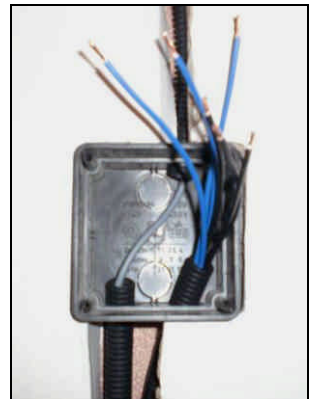

Bild 2
4. Fräsen Sie zwischen der Dose für den Regler sowie zwischen der Schlaufdose einen Wandschlitz für die Aufnahme eines Leerrohrs. Dasselbe dient zur Aufnahme der Stromzuleitung vom Regler zu den Heizfolien und gleichzeitig zur Aufnahme des Fühlerkabels vom Regler über die Schlaufdose, hinunter in den Boden. Siehe Bild 2